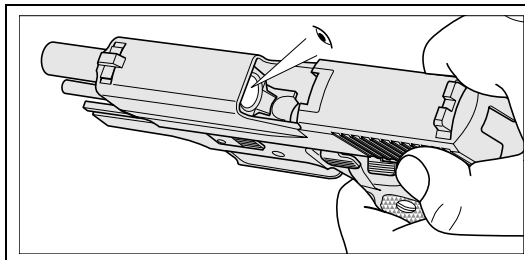

Fig. 3
5. Vérifiez (visuellement et manuellement avec un outil) si la cartouche a été éjectée et si aucune cartouche ne se trouve dans la chambre à cartouche (voir Fig. 3).
3. Vérifiez qu'aucune cartouche ne se trouve dans la chambre à cartouches (voir Fig. 3).
4. Faire pivoter le verrou de fermeture **16** vers le bas (voir Fig. 3).
6. Laisser glisser la culasse **4** vers l'avant en l'accompagnant de la main (voir Fig. 3).